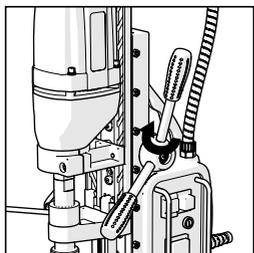

FIG. 1
- Attachez les trois poignées dans le trou de bossage de l'arbre, en vous assurant qu'elles sont vissées à fond. **(Fig. 1)**